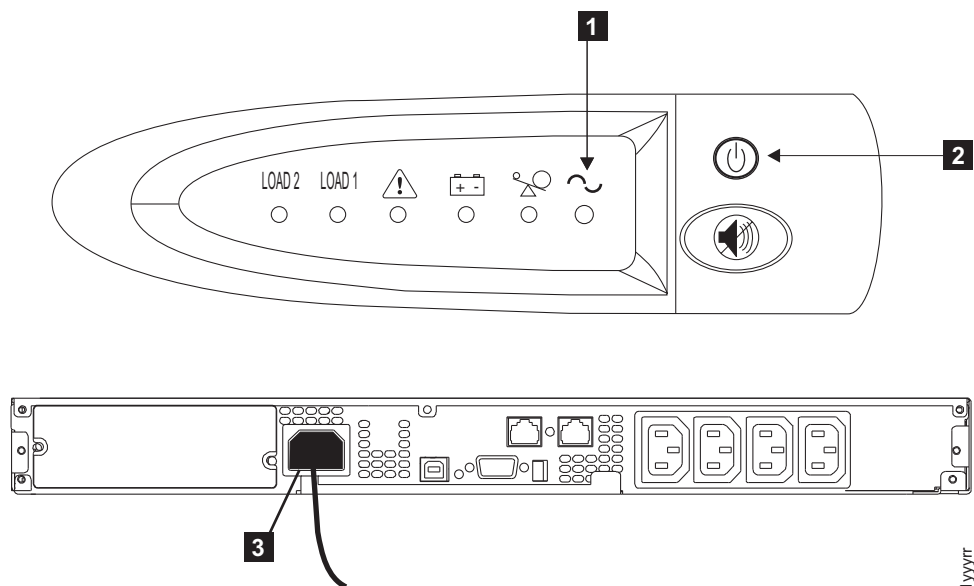

図 239. 2145 UPS-1U のフロント・パネルと背面パネル
2. 電源ライト (**1**) が消えるまで、オン/オフ・ボタン (**2**) を押したままにします (約 5 秒)。2145 UPS-1U の一部のバージョンでは、オン/オフ・ボタンを押すために、ねじ回しのような先の尖った道具が必要な場合があります。2145 UPS-1U は待機モードになり、すべてのインディケータがオフになります。 295 ページの図 239 は、2145 UPS-1U の前面図と背面図を示しています。